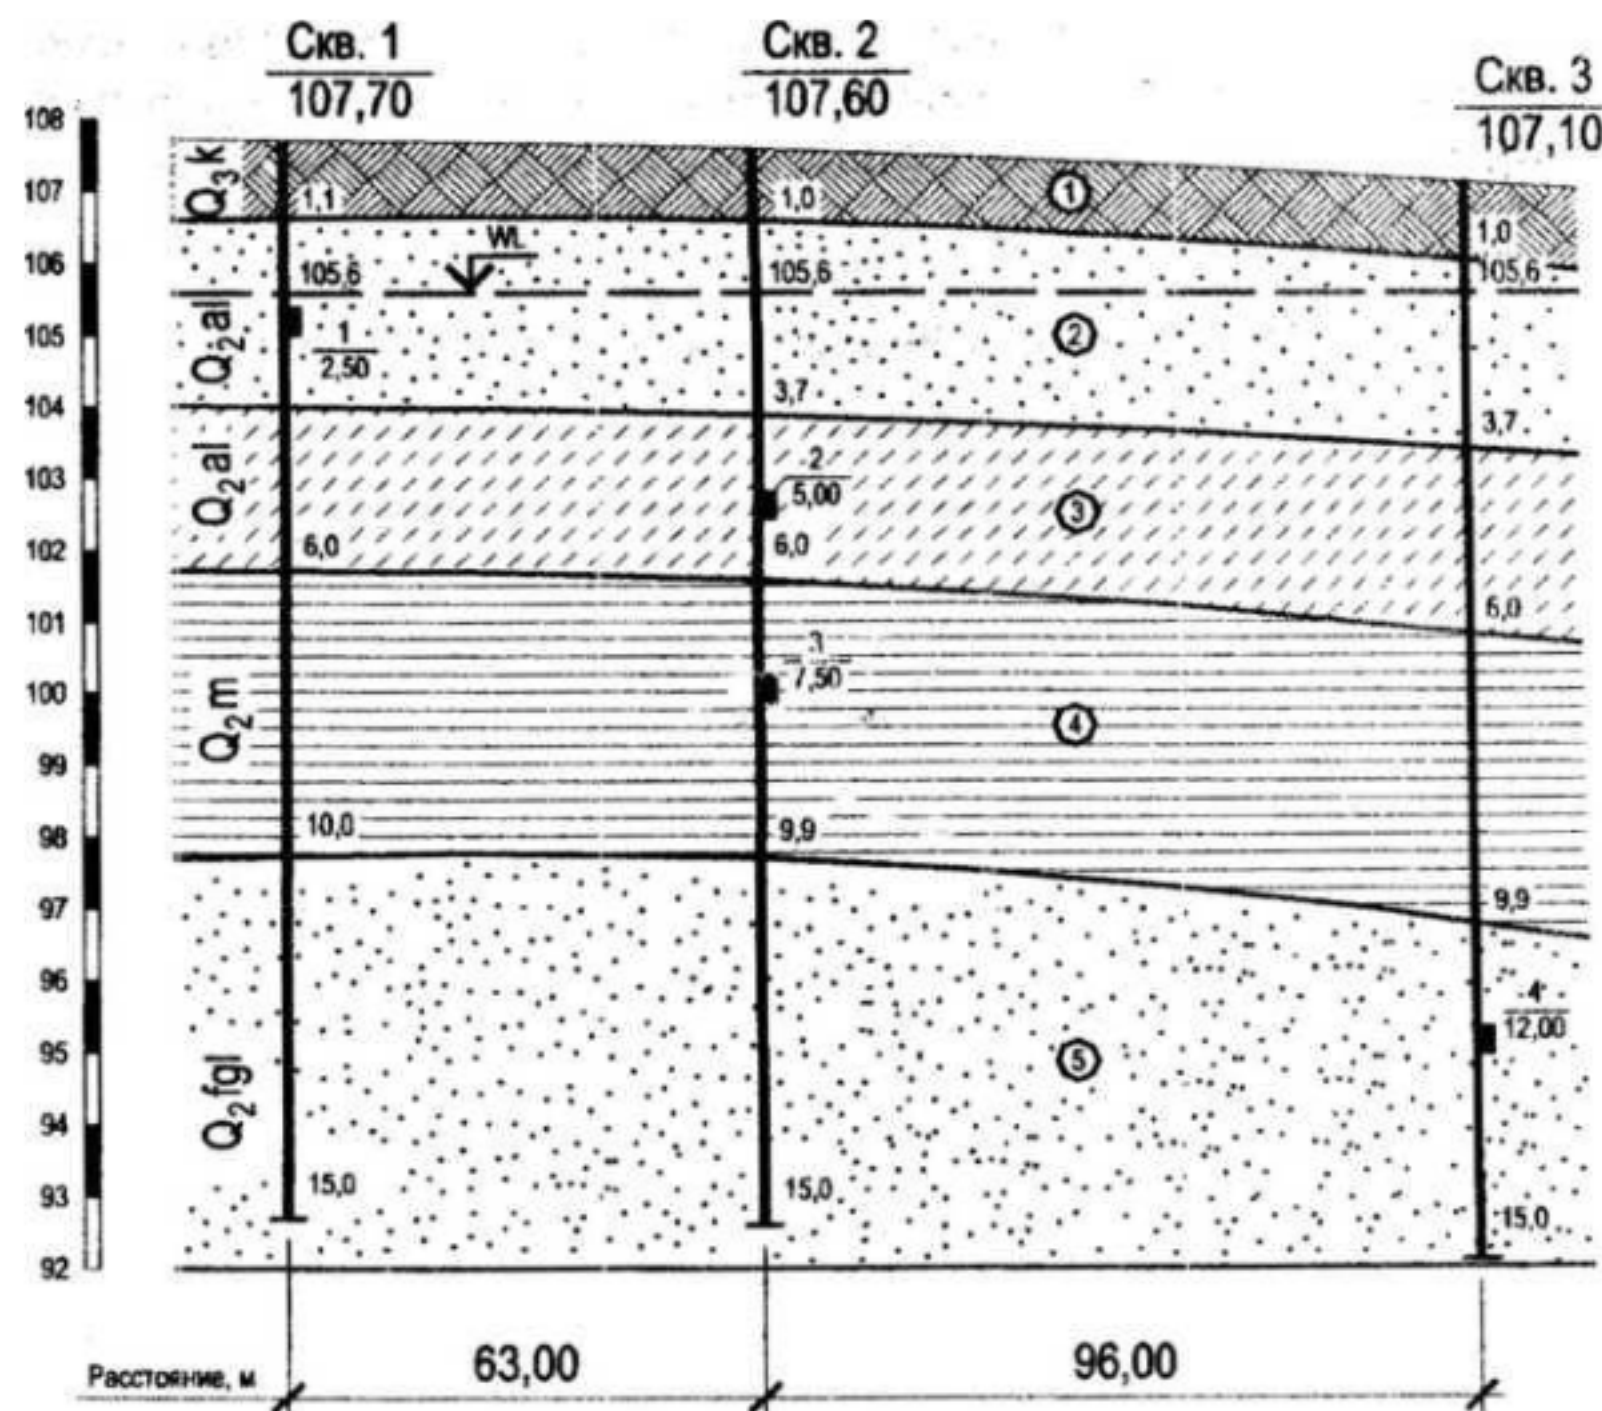

Рис.1. Геологический разрез по линии 1-1
- Общее оформление геологического разреза приведено на рис. 1.